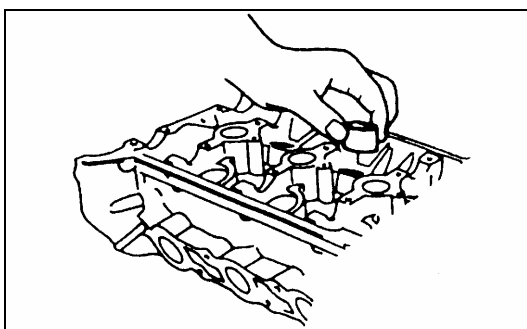

Рис. 4-47.
7). Вынуть толкатели клапанов и прокладки регулировки клапанного зазора, Рис. 4-47.
1). Установить толкатели клапанов и прокладки регулировки клапанного зазора на головку блока цилиндров, нанести тонкий слой моторного масла по окружности толкателей перед сборкой, Рис. 4-47.